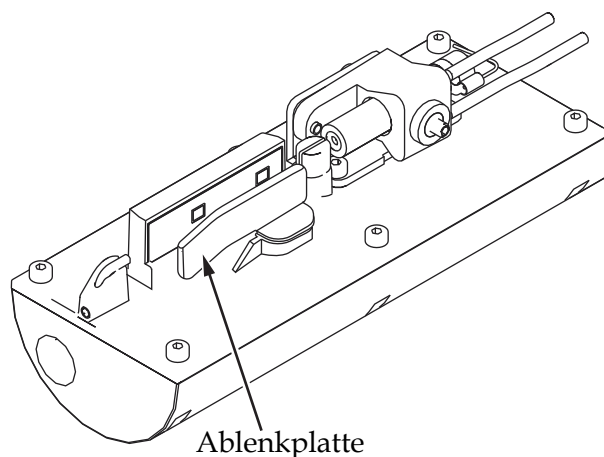

Abbildung 6-5: Ablenkplatte reinigen
- 3 Lösen Sie die Rändelschraube (Nr. 2, Abbildung 6-5 auf Seite 6-10) und entfernen Sie die Druckkopfabdeckung (Nr. 3).